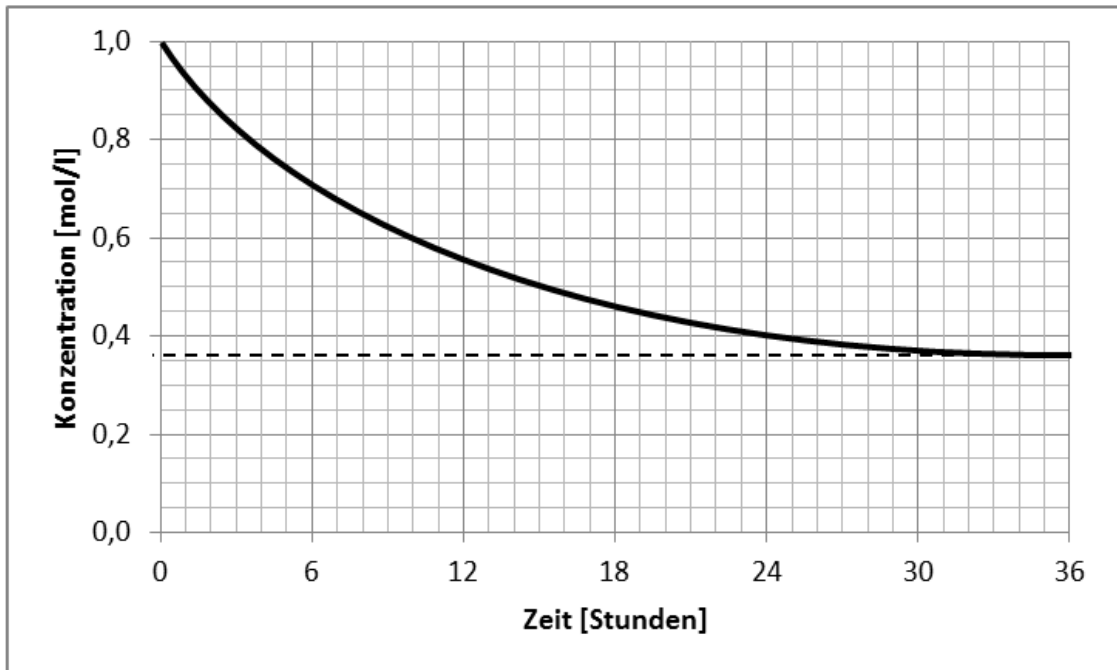

Abb. 1: Veränderung der Konzentration an α -D-Glucose in wässriger Lösung¹
- 2.2 Die Ermittlung von Reaktionsgeschwindigkeiten liefert wertvolle Hinweise auf den Reaktionsmechanismus und die Aktivierungsenergie. Bestimmen Sie mithilfe von Abbildung 1 die mittlere Reaktionsgeschwindigkeit während der ersten 24 Stunden des Experiments sowie die momentane Reaktionsgeschwindigkeit zum Zeitpunkt $t = 3$ h! [8 BE]